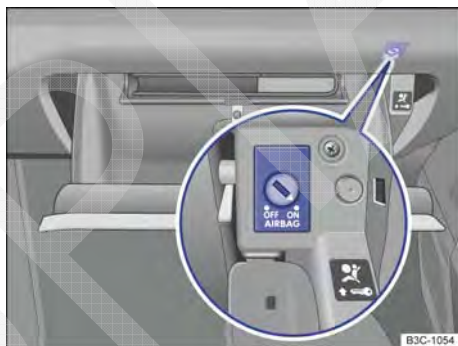

Fig. 17 No porta-luvas: interruptor acionado pela chave para desligar e ligar o airbag frontal do passageiro.
- Colocar a chave de emergência no interruptor acionado pela chave no porta-objetos → Fig. 17 até a segunda resistência. Então, a chave de emergência é inserida em aproximadamente 3/4 no interruptor acionado pela chave → Ⓛ.
- Colocar a chave de emergência no interruptor acionado pela chave no porta-objetos → Fig. 17 até a segunda resistência. Então, a chave de emergência é inserida em aproximadamente 3/4 no interruptor acionado pela chave → .